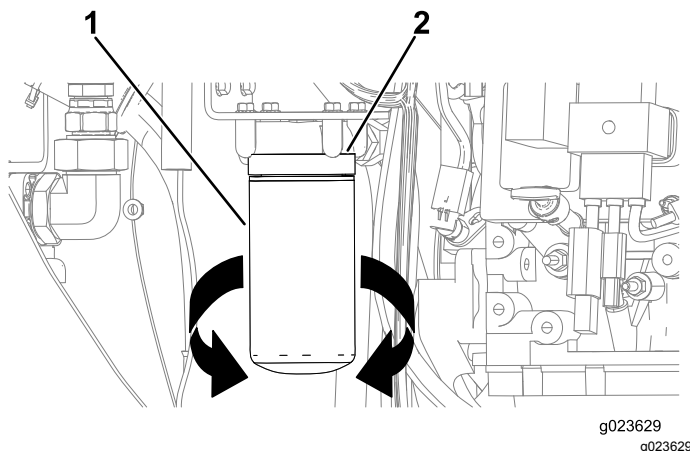

Рисунок 93
3. Установите поддон для слива или несколько отрезков ткани под масляный фильтр и переходник масляного фильтра (Рисунок 93).
4. Поверните масляный фильтр против часовой стрелки и снимите его (Рисунок 93).
8. Совместите масляный фильтр с переходником и поверните его по часовой стрелке, пока уплотнение масляного фильтра не войдет в контакт с переходником (Рисунок 93).
9. От руки затяните масляный фильтр еще на 1/2 оборота (Рисунок 93).